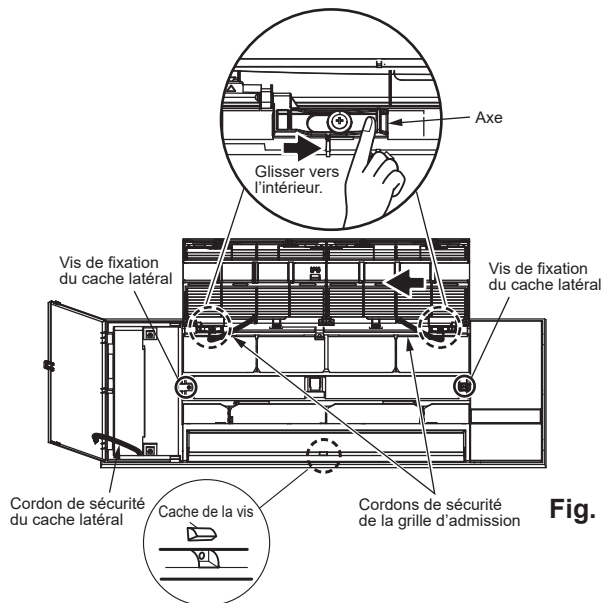

Fig. 3
Glissez les 2 axes vers l'intérieur et retirez la grille d'admission des axes. (Fig. 3)
Retirez les cordons de sécurité de la grille et retirez la grille d'admission. (Fig. 3)
Ouvrez les caches latéraux G/D et retirez les cordons de sécurité de la grille, puis retirez les caches latéraux. (Fig. 3)
- Retirez le cache de la vis située au centre de la grille. (Fig. 3)